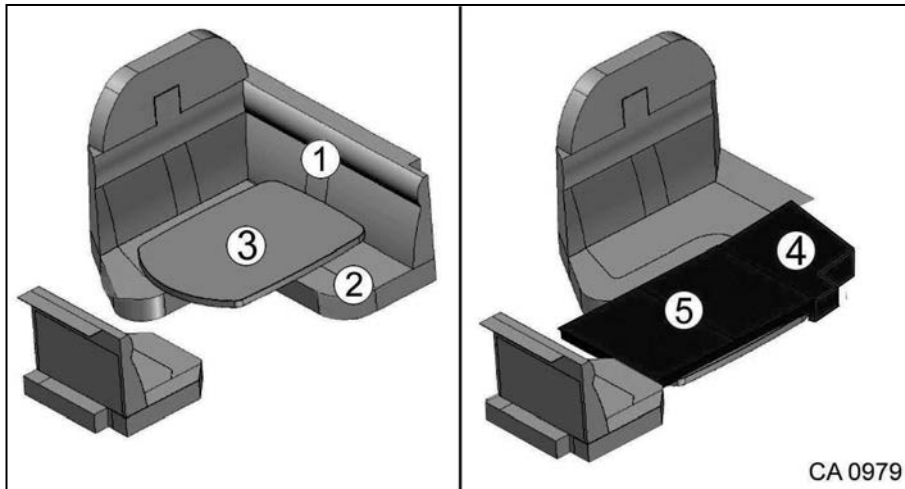

Fig. 74 Transformer les canapés en couchage pour la nuit
1. Enlever le coussin dossier (Fig. 74/1) et le coussin d'assise (Fig. 74/2).
2. Abaisser la table (Fig. 74/3).
3. Mettre en place le premier coussin d'appoint (Fig. 74/4).
4. Mettre en place le deuxième coussin d'appoint (Fig. 74/5).